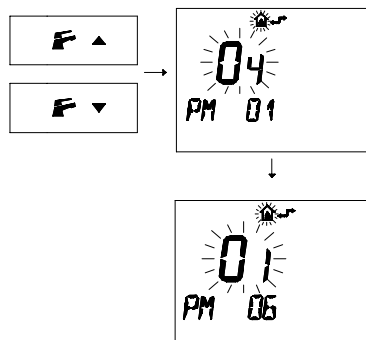

Figura 8.14
*Tipo gas secondo livello* (Figura 8.14)